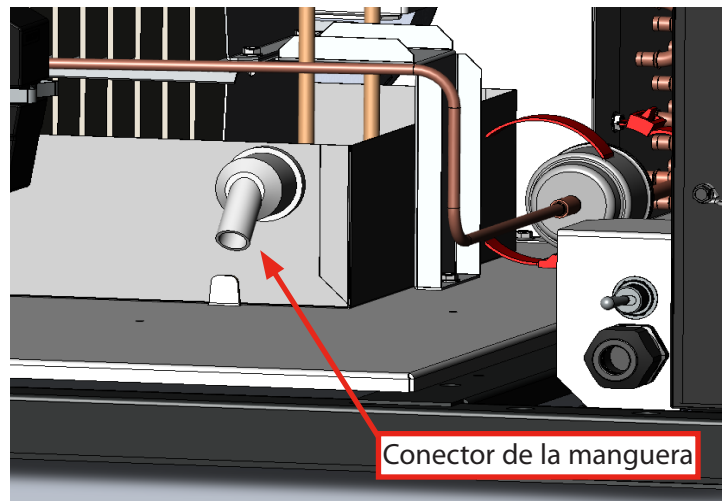

Fig. 1. Parte posterior del gabinete una vez retirada la rejilla de alambre.
2. Retire la rejilla trasera. Ver la Fig. 1.